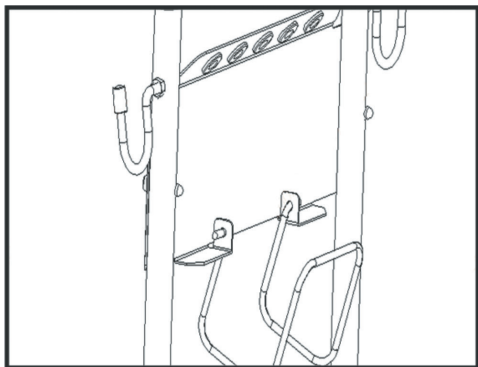

Рис. 4
2.Установите на рукоятку держатель шланга высокого давления (только для модели HPW 3500) (рис. 4)